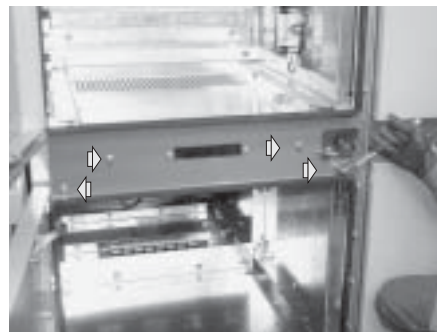

Fig. 75a _____
- Svitare le quattro viti di fissaggio del pannello frontale fig. 75a;
- Loosen the four fixing screws of the front panel (fig. 75a);